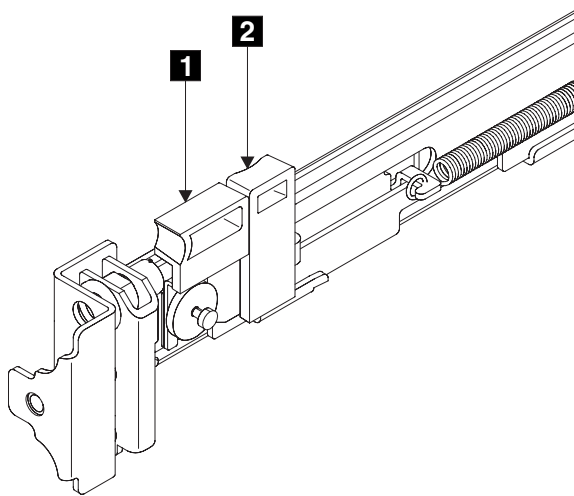

図 46. ラッチ・ロック・キャリアを引っ込める
2. ラッチ・レバー **1** (図 46) の側面に人差し指を置き、親指をラッチ・ロック **2** の正面に置きます。